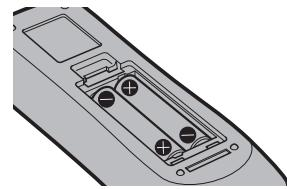

Fig. 2
- 2) Insérez les piles et fermez le couvercle (insérez d'abord le côté  $\ominus$ ). (Fig. 2)